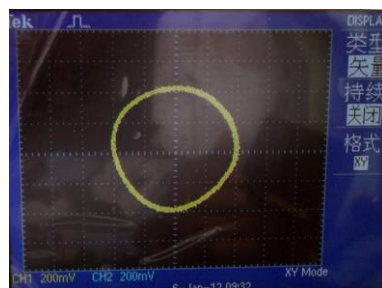
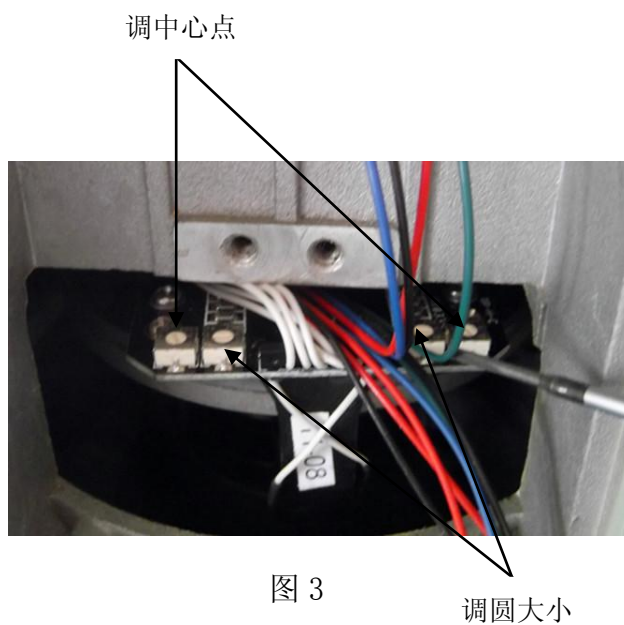

图 2
图 3
- (3) 然后观察示波器的圆信号，如图 2 所示。通过调节竖轴远端读数板上的四个一字螺钉来使圆信号的幅值半径在 2 格左右，读书板上的螺钉如图 3 所示；
- (4) 图 3 中的读书板有四只一字调节螺钉，如图中箭头所示，两边两只使调节圆信号水平垂直方向的中心点的，中间两只螺钉使调节电路的放大倍数，即可体现在圆信号的大小；
软件通讯设置按照图 2 中所示默认设置，右侧从水平近端~垂直远端顺序调试，观察波形，波形的幅值走势呈微抛物线形状且高低幅值范围在 300mV~700mV，并且每个波形呈现振荡形状且无毛刺、波形形状陡变的情况出现即为合格。